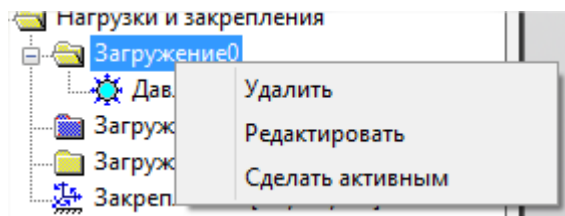

Рис. 3.2. Контекстное меню папки загрузку
**Добавить загрузку** – команда добавляет новое загрузку. В папку *Нагрузки* и *закрепления* дерева прочностного анализа добавляется подпапка загрузку с именем по умолчанию. Загрузку может включать в себя комбинацию нагрузок. При щелчке правой кнопкой мыши на папке *Загрузку* в дереве вызывается контекстное меню (Рис. 3.2), в котором можно удалить выбранное загрузку, отредактировать или сделать активным.